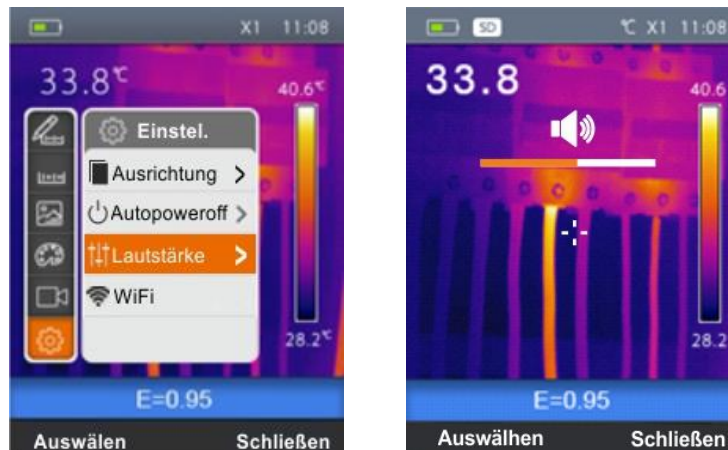

Abb. 15: Einstellung der Lautstärke
1. Wählen Sie "Volume" mit den oder Tasten aus und drücken Sie die Taste. Die Bildschirmseite Abb. 15 – Rechte Seite erscheint im Display.